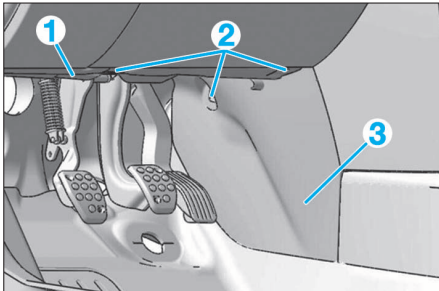

FIG. 18
- Extraire la résistance (8).
- Déposer les agrafes (2), puis la protection (1) (Fig.18).